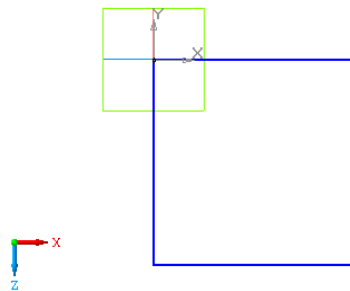

Рис. 12.4. Эскиз-прямоугольник для построения параллелепипеда.
1.8. Если не включен режим автосоздания, то выполните команду **Создать объект** (рис. 12.4).